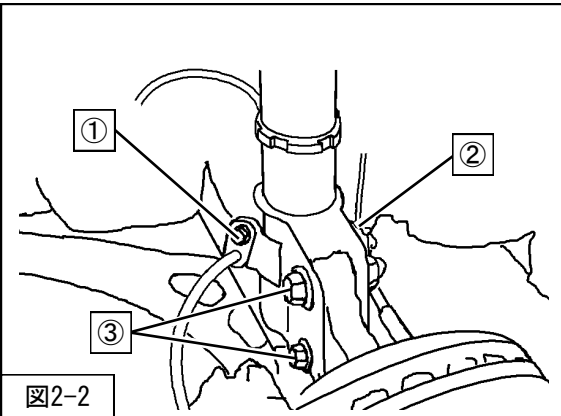

図2-2
- 2. ③フロントサスペンションASSYロア取付ボルト・ナットを取付けてください。（図2-2）
- 3. ②ABSセンサハーネス取付クリップ
①ブレーキホース取付ボルトを取付けてください。（図2-2）